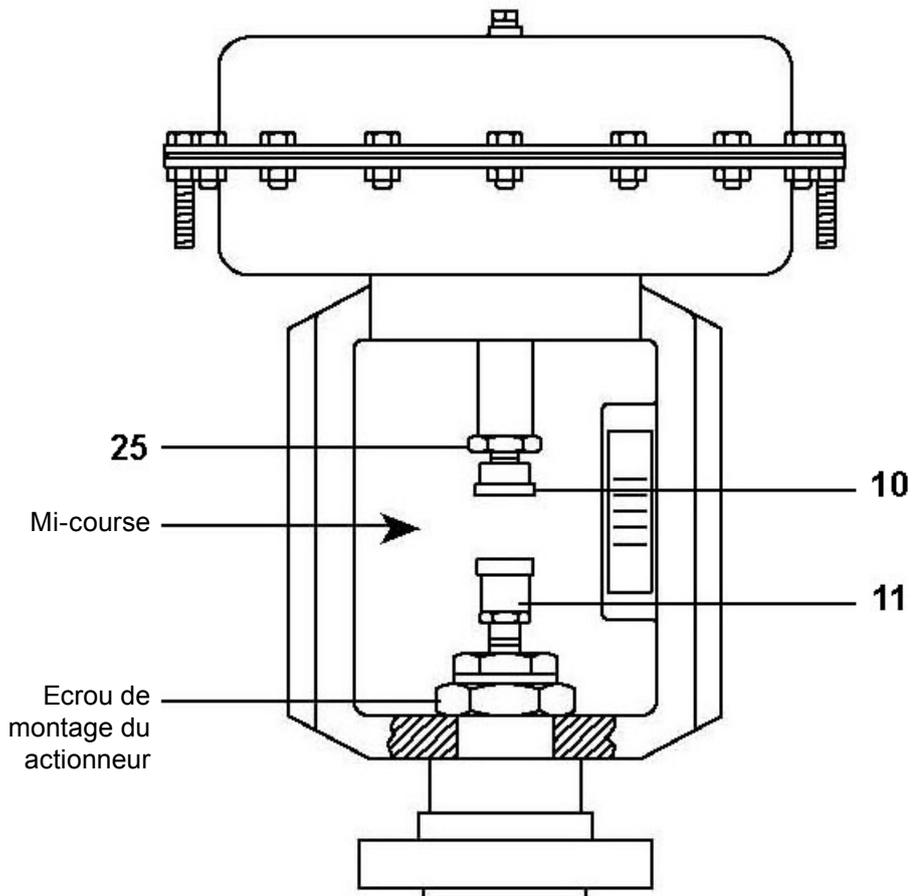

Fig. 3
### 3.1 Montage de l'actionneur PN9100E, PN9200E, PN9300E ou PN9400E sur la vanne (Fig. 3 et 4) :
**Pour ajuster le point de réglage, voir Fig. 3 et procéder de la manière suivante :**